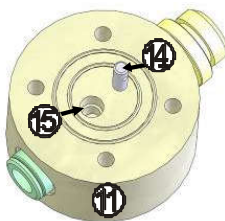
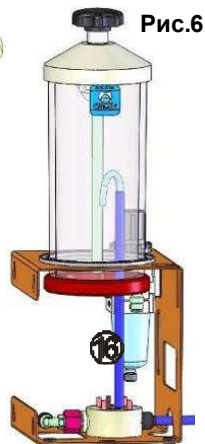

Рис.5
Рис.6
**6.3.5 замена приемного штуцера (**14**), шайбы (**11**) (рис.5,6), для чего:**
- заменить вышедшие из строя штуцер и/или шайбу, переставив в отверстие (15) трубку (16);
- установить шайбу на место и закрутить винты (рис.6).
Засорение приемного штуцера (14), рис.5	Вынуть из основания с помощью карцанг, прочистить отверстия, установить обратно. Или обратиться в сервисный центр